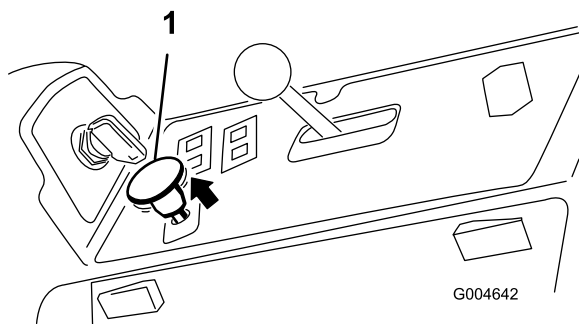

図 20
3. PTO スイッチを引くと PTO が作動を開始する (図 20)。